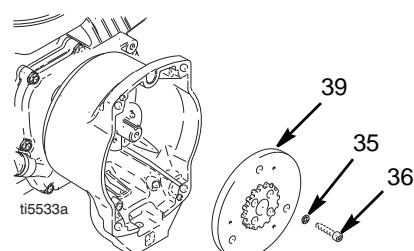

FIG. 7
9. FIG. 7. Bruk en slagnøkkel eller stikk et eller annet mellom clutchankeren (39) og clutchhuset for å holde fast motorakselen under demonteringen.
10. Ta ut de fire skruene (36) og låseskivene (35).
11. Fjern ankeret (39).